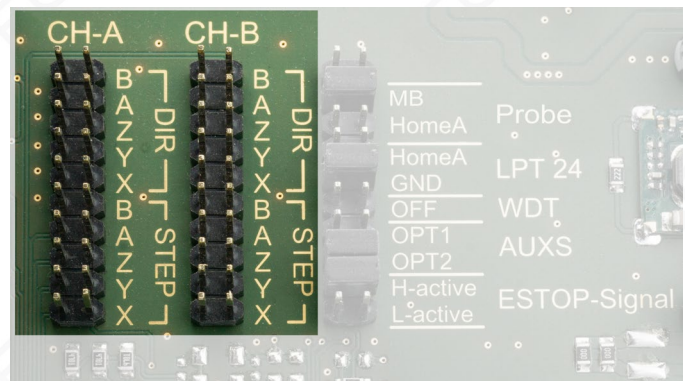

Bild 35: Die Jumper auf der Hauptplatine
- Falls erforderlich, bauen Sie zunächst die bestehenden anderen Module so weit aus, dass Sie ungehindert Zugang zu den Jumpers auf dem C3 Bob haben (Bild 35).